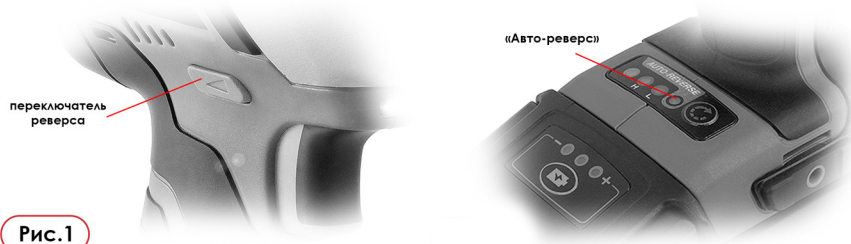

Рис.1
2. На дисплее управления Заклепочником установите режим «Авто-реверс» (Рис. 1)